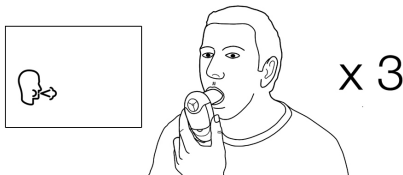

Abbildung 3: Halten des Gerätes während des Tests
1. Das Gerät einschalten. ①
4. Wenn das Gerät bereit für den Test ist () , mit erhobenem Kopf so tief wie möglich einatmen und den Vitalograph asma-1, wie in Abbildung 3 dargestellt, vor den Mund halten.